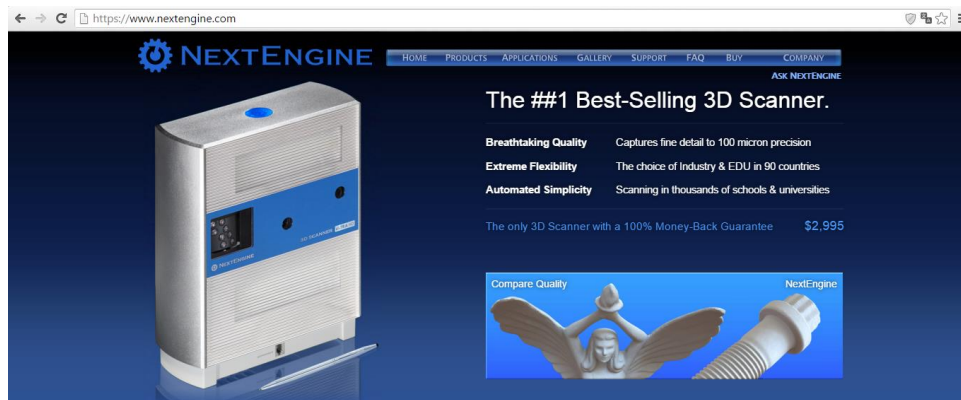

Figura 2. Página NexEngine.
1. Ingrese a la página de NextEngine con el link <https://www.nextengine.com/>. En la Figura 2 se muestra el inicio de la página.